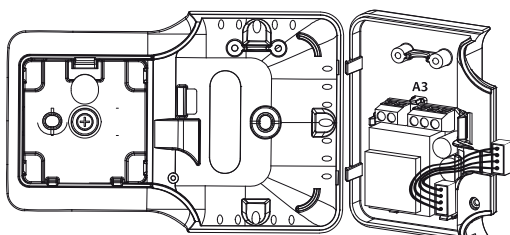

Fig. 4
3. effettuare i collegamenti elettrici come fig. 4;